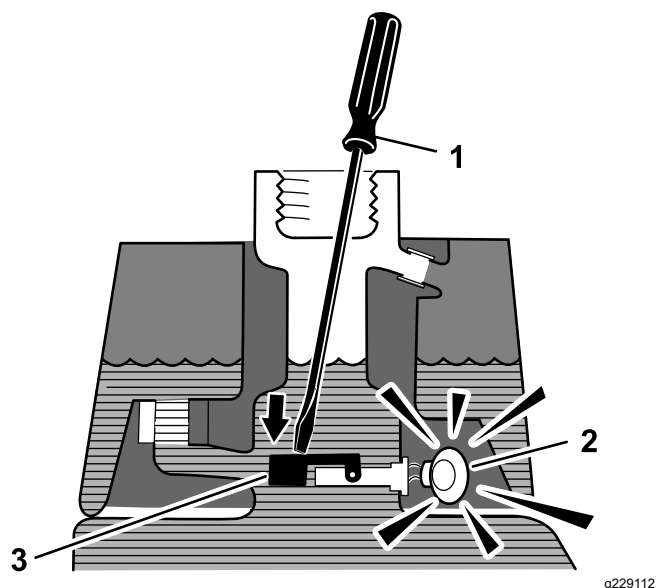

Figura 52
3. Insira uma barra ou uma chave de parafusos limpa no bocal do depósito e empurre com cuidado o comutador (Figura 52) para baixo. O alarme deverá ser ativado ao fim do período de desfasamento de um segundo.